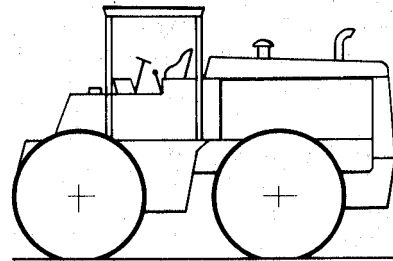

Figure 2 — Tracteur à roues
5.1.1.2 Tracteur à roues (voir figure 2)